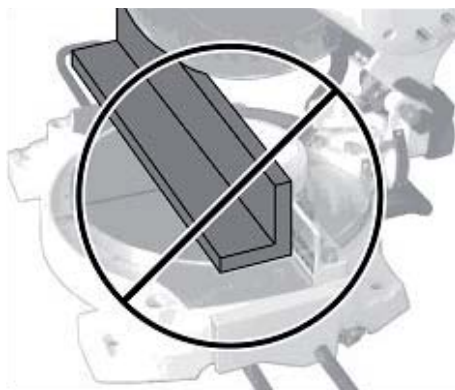

Рис. 8
- Такая операция является потенциально опасной (Рис.8).